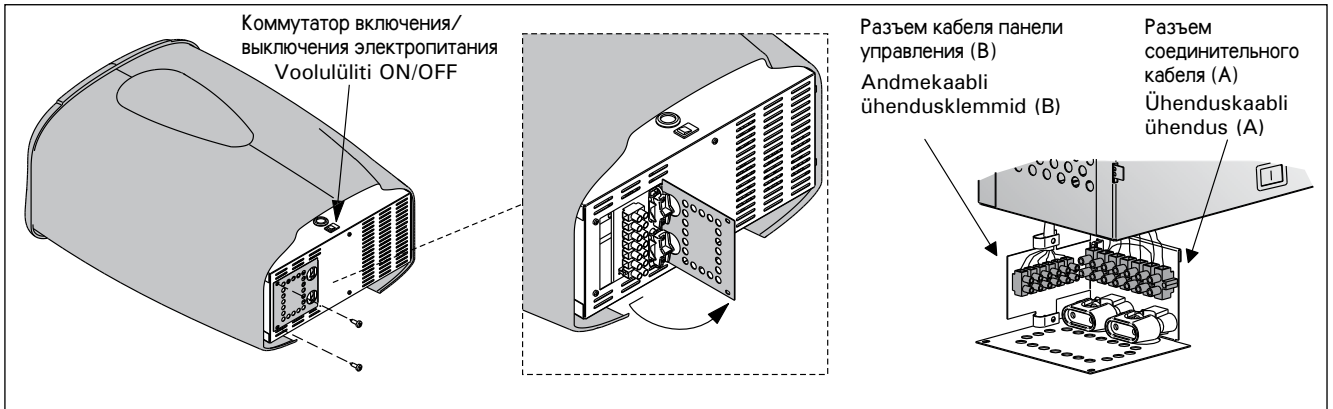

Рисунок 7. Подключение соединительного кабеля
Проще всего подключать кабель к каменке, пока она не установлена. На рис. 7 показано, как подключить кабель панели управления к каменке VE. Провода кабеля панели управления следует подключить к разъему кабеля панели управления с соблюдением цветовой маркировки.
4. Свободный конец кабель управления подключается к разъему панели управления (B). См. рис. 7. **При подключении проводов кабеля очень важно соблюдать цветовую маркировку, как описано в разделе 3.1.1.**